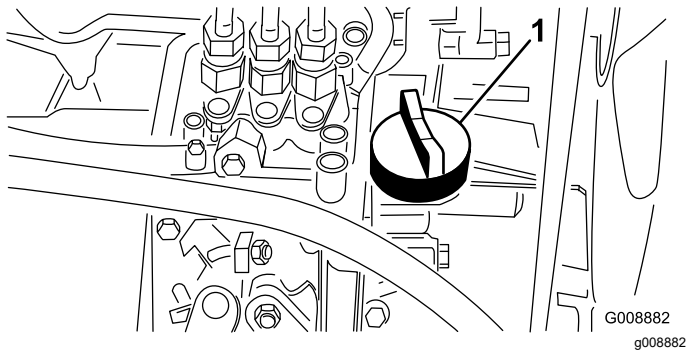

Figura 53
4. Si el nivel de aceite es bajo, retire el tapón de llenado (Figura 53) y añada poco a poco pequeñas cantidades de aceite, comprobando el nivel frecuentemente, hasta que el nivel llegue a la marca de lleno de la varilla.